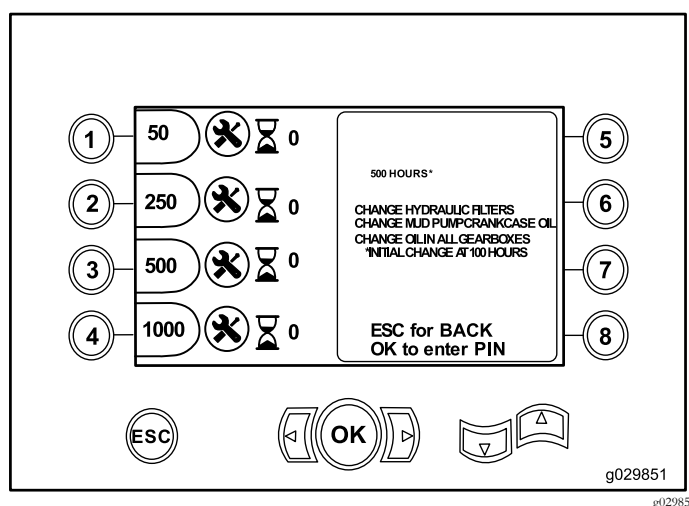

Рисунок 13
- Кнопка 3 – регламент техобслуживания после наработки 500 часов (Рисунок 13)